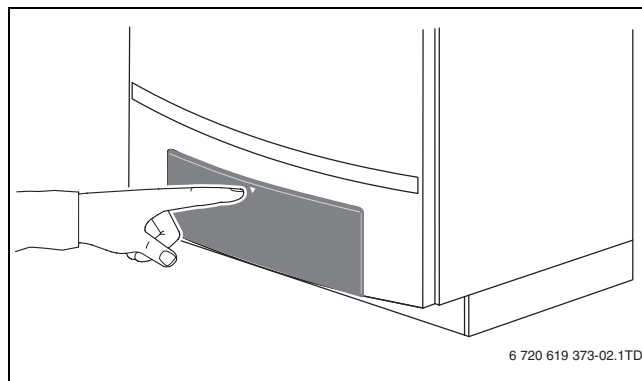

Fig. 38 Aprire il pannello di servizio
- ▶ Aprire il pannello di comando premendolo (→ fig. 38).